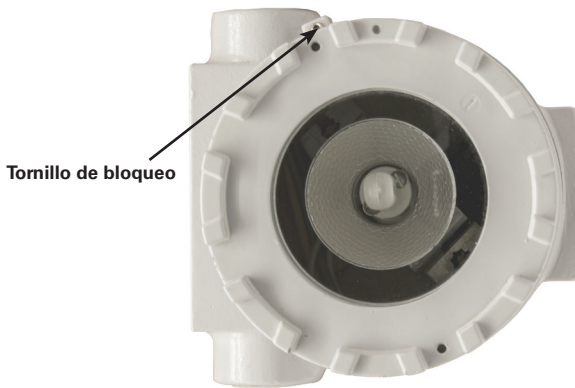

Figura 6.
2. Afloje el tornillo de bloqueo del anillo lenticular, pero no lo retire. Consultar la Figura 6.